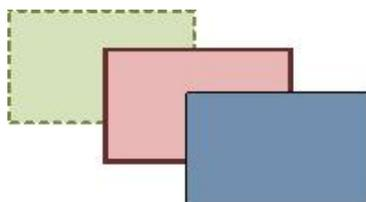

Рисунок 265 – Изменение цвета заливки и контура элемента
**Команды «Цвет заливки», «Градиентная заливка» и «Цвет линии»** дают возможность раскрасить графические элементы в любой цвет с помощью стандартной палитры цветов (рисунок 265).